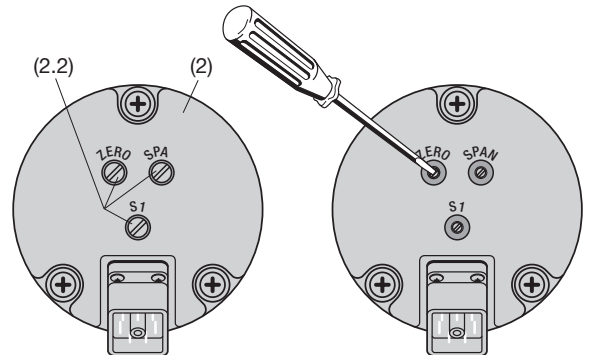
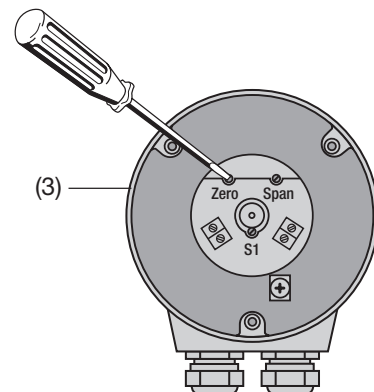

Fig. 9. Partie arrière (2) avec les éléments d'ajustage «ZERO», «SPAN» et «S1».
Fig. 10. Partie arrière (3) avec les éléments d'ajustage «ZERO», «SPAN» et «S1».
- ... avec **connecteur à fiche** enlever les joints à vis ZERO/SPAN (2.2), (Fig. 9, à gauche).
Ensuite tourner à l'aide d'un tournevis horloger (Ø 2,3 mm) le potentiomètre «ZERO» (Fig. 9, partie à droite ou Fig. 10) pour obtenir la valeur désirée précise du courant de sortie.
Les convertisseurs angulaires avec une étendue de mesure > 150° comportent pour l'inversion du sens de rotation un commutateur marqué (Fig. 9 et Fig. 10).
... avec **connecteur à fiche** enlever le joint à vis S1 (2.2), (Fig. 9, à gauche).